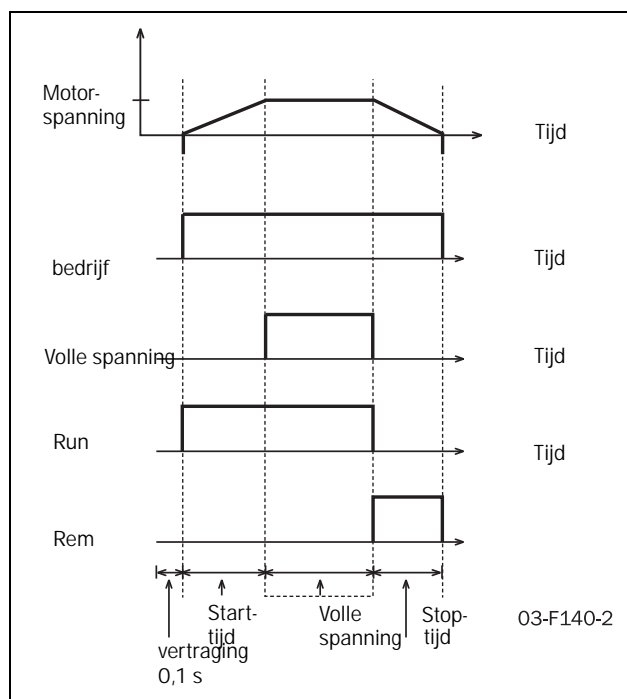

Fig. 61 De relaisfuncties voor bedrijf, run en volle spanning.
De relais kunnen worden gebruikt voor het aansturen van netschakelaars of een bypass-schakelaar of voor het aangeven van alarmcondities. Zoals Fig. 61 laat zien, moet de instelling Bedrijf (optie 1) worden geselecteerd om de netschakelaar tijdens start, bedrijf op volle spanning en stop te activeren. Bij gebruik van een bypass-schakelaar kan deze worden aangestuurd door een relais met de instelling Volle spanning (2). De instellingen Run (5) en Omkeerrem (4) worden gebruikt als omkeerrem is geselecteerd als stopmethode. In dit geval moet één relais worden geconfigureerd voor Run en zal dit de netschakelaar aansturen tijdens de start en tijdens bedrijf op volle spanning. Een ander relais moet worden geconfigureerd voor Omkeerrem. Dit zal de schakelaar tijdens het remmen aansturen met omgekeerde fasevolgorde. Om veiligheidsredenen wordt een relais dat is geconfigureerd voor Omkeerrem gedurende een tijdsvertraging van 500 ms na het deactiveren van het voor Run geconfigureerde relais niet geactiveerd.